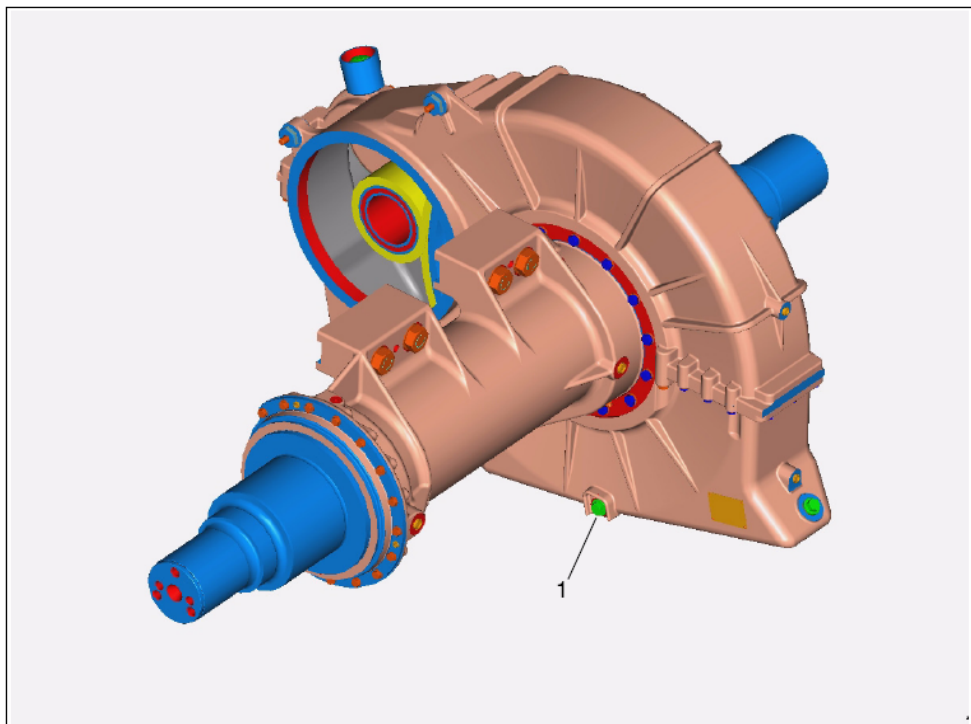

图23-15 排出润滑油
- (4) 如果油位需要加满：
- (5) 如果需要将油排出，参考图 23-15。
- b) 将线锁 19/010 从泄油堵 13/010 中移除，并旋开泄油堵 13/010，见图 23-15。
- (1) 清洁泄油堵 13/010 周围区域。
- (2) 将线锁 19/010 从泄油堵 13/010 中移除，并旋开泄油堵 13/010（→图 23-15）
- (3) 将油完全排出。
- (4) 给泄油堵 13/010 安装新的密封环 15/010。
- (5) 将泄油堵 13/010 重新安装到变速箱壳体上。
- (6) 将指定的油加入到驱动装置内。
- (7) 清理洒落到驱动装置上的油。